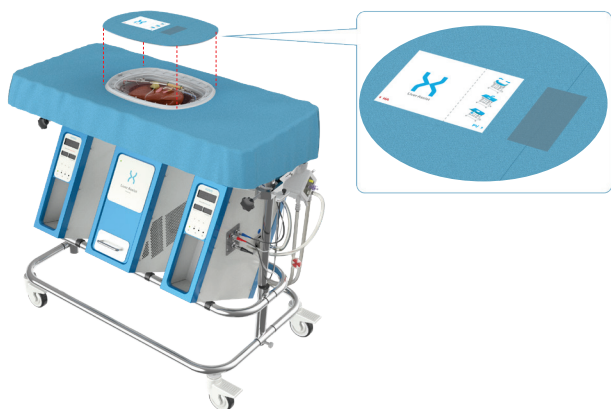

Figura 29: Colocação de campo estéril adicional
- Quando o campo estéril adicional for aplicado, abra-o com cuidado rasgando a fita azul. Desdobre o campo de acordo com as instruções da etiqueta, veja a Figura 29: Colocação de campo estéril adicional Figura 29.